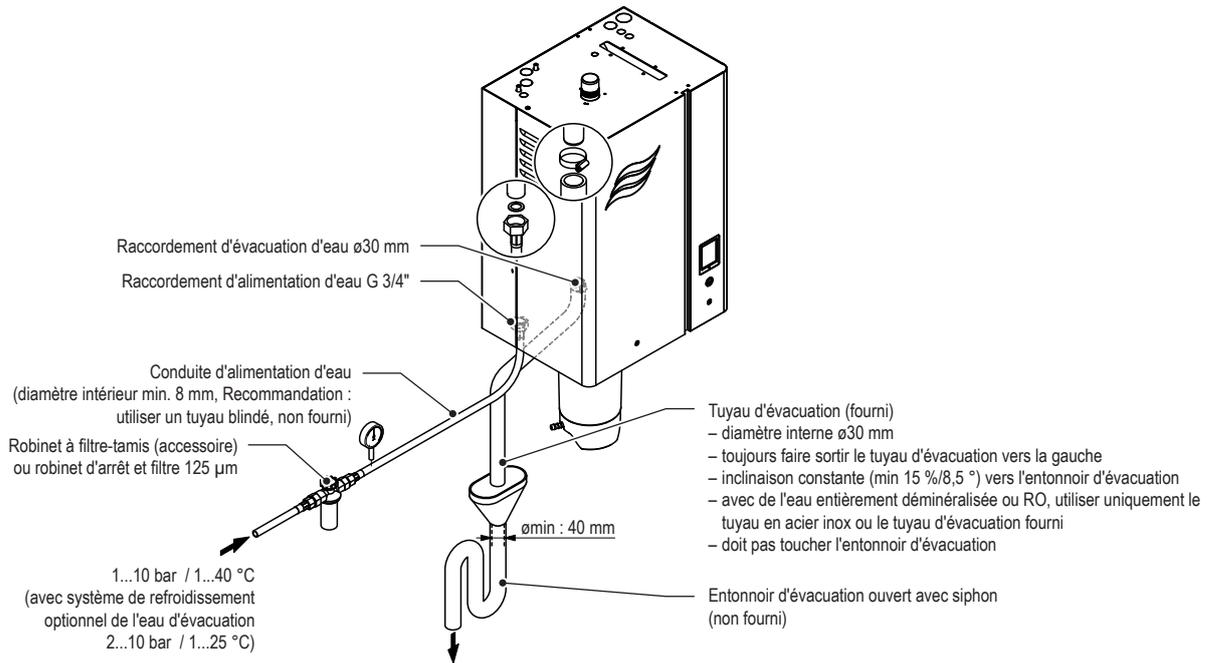

Fig. 21: Aperçu de l'installation hydraulique pour appareils individuels Petits ("S") et Moyens ("M")
- Toujours faire sortir vers la gauche le tuyau d'évacuation fourni du raccord d'évacuation puis le faire descendre jusqu'à l'entonnoir d'évacuation (voir Fig. 21).